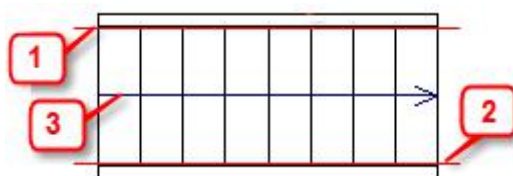

图 8-16 定位线
- “定位线”参数，有三个选项：左、中心、右。若选择“左”，则梯段的绘制路径为梯段左边线（图 8-16①）；若选择“右”，则梯段的绘制路径为梯段右边线（图 8-16③）；若选择“中”，则梯段的绘制路径为梯段中线（图 8-16②）。